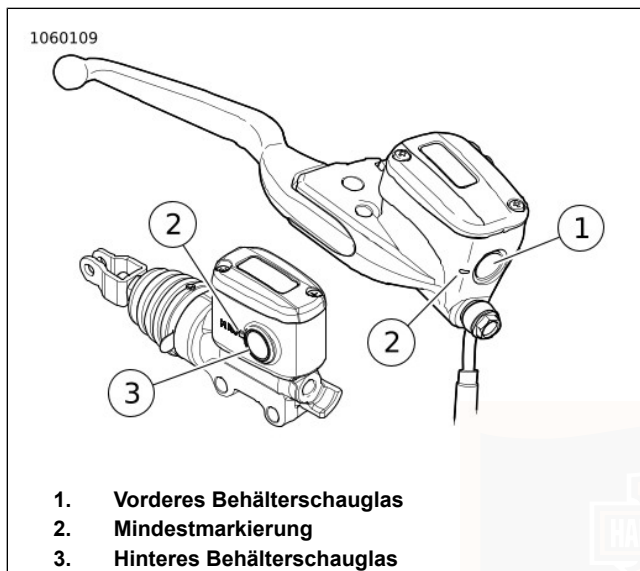

Abbildung 57. Bremsflüssigkeitsbehälter
2. **Vorne:** Siehe Abbildung 57. Flüssigkeitsstand im Behälterschauglas für das Vorderrad prüfen. Füllstand muss über der Mindestmarkierung am Schauglas liegen.
3. **Hinten:** Siehe Abbildung 57. Den Füllstand im Hinterradbremssflüssigkeitsbehälter prüfen. Füllstand muss über der Mindestmarkierung am Schauglas liegen.